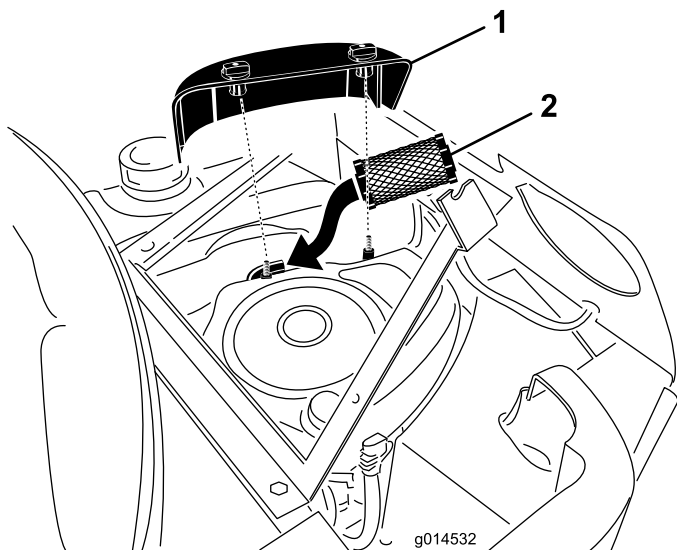

Bild 32
5. Schrauben Sie die Handräder oben an der Luftfilterabdeckung ab und nehmen Sie die Abdeckung ab (Bild 32).
7. Setzen Sie einen neuen Papiereinsatz ein, wie in Bild 32 dargestellt.